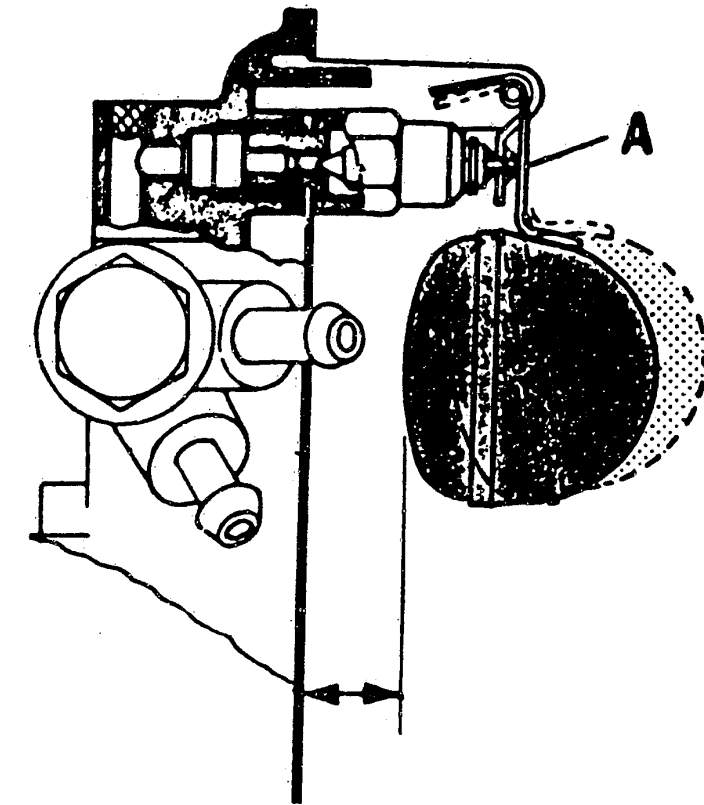

Bild 17 Der Schwimmerstand wird bei senkrecht gehaltenem Vergaserdeckel und aufgelegter Dichtung kontrolliert und wenn nötig am Hebel A verstellt.
a) Der **Schwimmerstand** wird bei senkrecht gehaltenem Vergaserdeckel und aufgelegter Dichtung ermittelt (Bild 17).